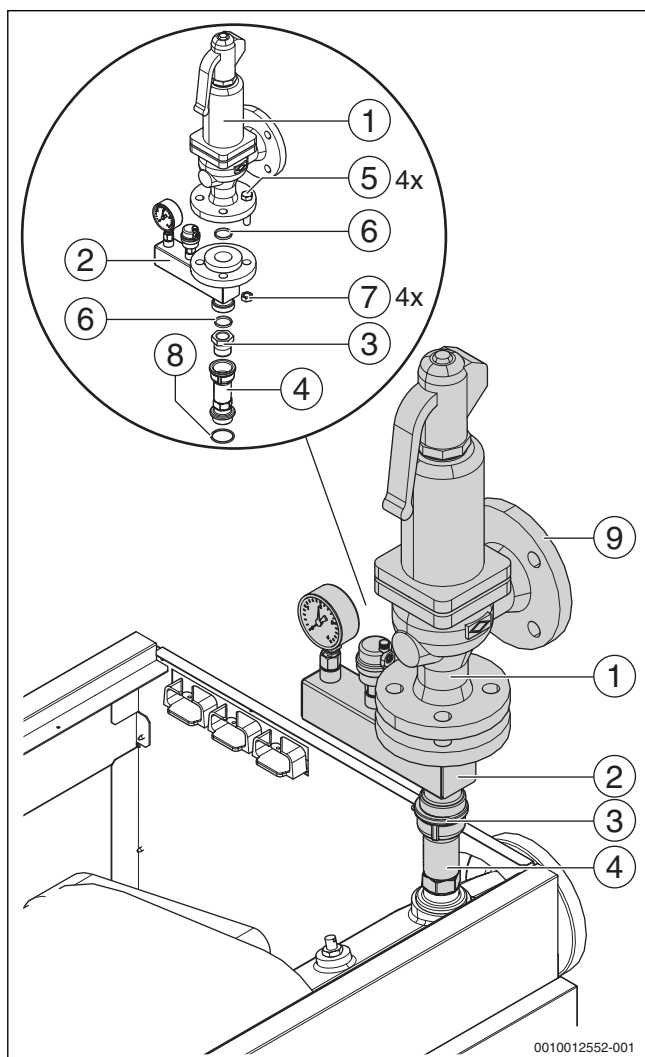

Рис. 19 Комплект безопасности 4-6 бар (показано правое исполнение котла)
- ▶ Установите предохранительный клапан на резьбовой штуцер подающей линии котла с подходящим герметиком или с прилагаемыми уплотнениями (→рис. 19).